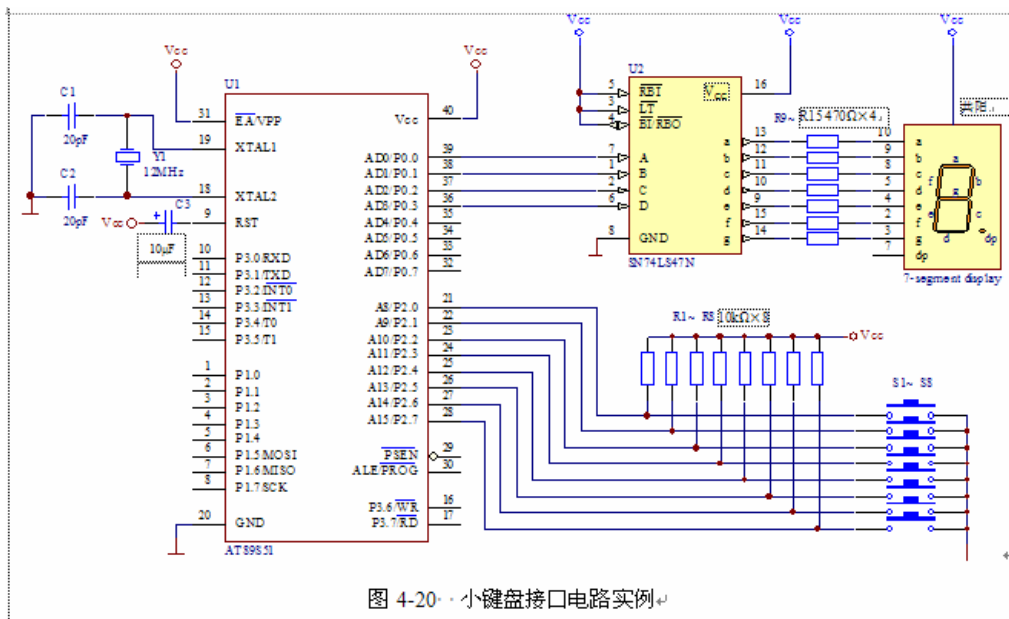

图 4-20 · 小键盘接口电路实例
7. P95 页图 4-20 右上角的 R9~R15 和后面的数字之间应有空格，下面的 R1~R8 和后面的数字之间应有空格，应改为